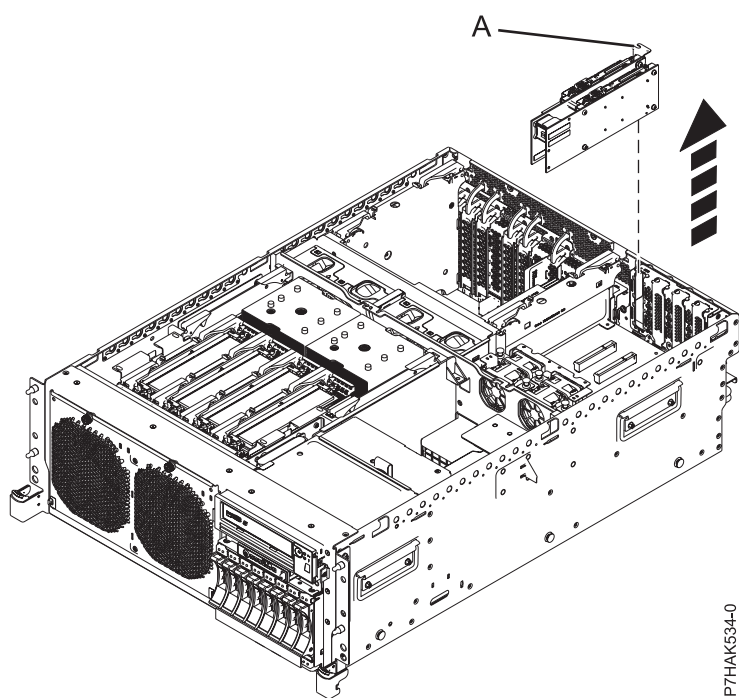
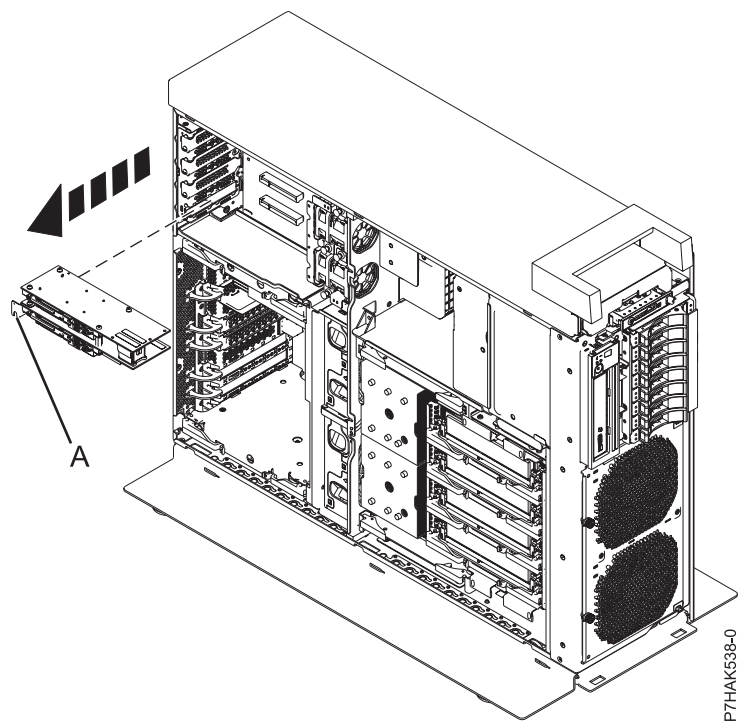

Figura 24. Extracció d'un adaptador PCIe RAID i SSD SAS d'una targeta d'expansió en un sistema muntat en bastidor
Figura 25. Extracció d'un adaptador PCIe RAID i SSD SAS d'una targeta d'expansió en un sistema autònom
13. Si el sistema té una targeta d'expansió, podeu treure l'adaptador PCIe de perfil baix de la ranura, tot estirant-lo per la contrapunta (A), com es mostra a la Figura 24 a la pàgina 32 and Figura 25 a la pàgina 32.